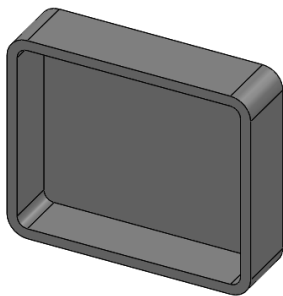

图 5-128 零件实体模型
- [1] 打开初始文件“Z5L19.prt”，零件实体模型如图 5-128 所示。